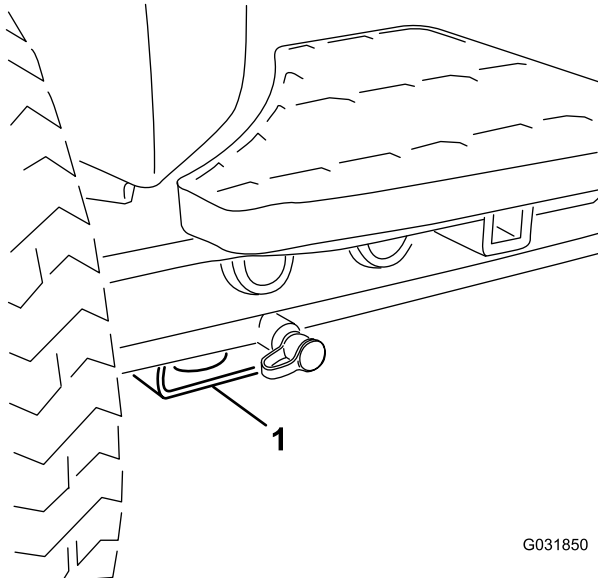

Figure 36
- Avant – patin rectangulaire sous le tube d'essieu, à l'intérieur de chaque roue avant (Figure 36).